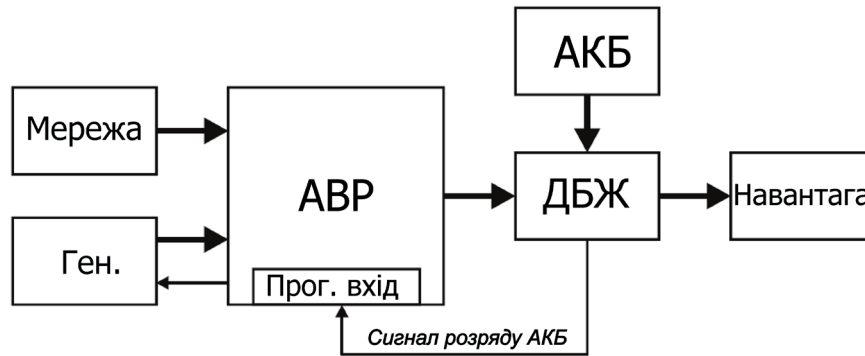
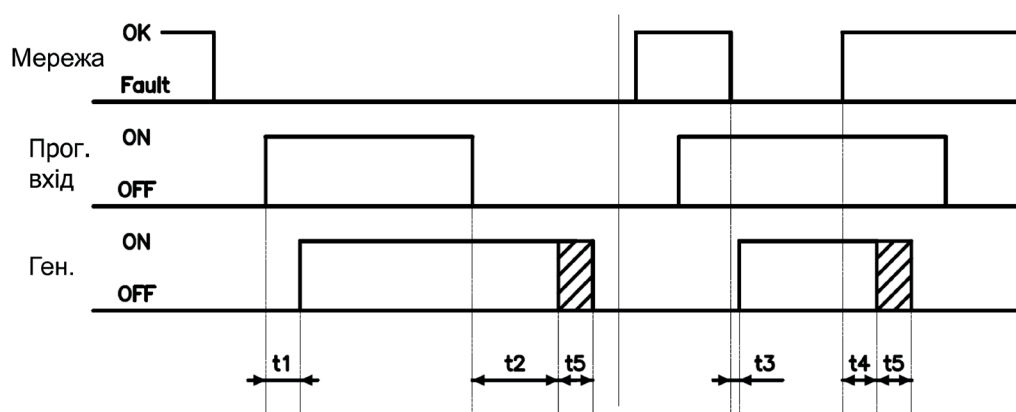

Рис. 5.9 – Блок-схема спільної роботи АВР та ДБЖ
Рис. 5.10 – Діаграма роботи при виборі функції «Дозвіл запуску»
5.7.5.1 Функція програмованого входу «Дозвіл запуску» дозволяє роботу генератора в режимі «Авто» у разі виникнення умов для його запуску (п. 5.7.2.1). Функція «Дозвіл запуску» може бути необхідна при спільній роботі контролера з джерелом безперебійного живлення (ДБЖ), який за сигналом розряду своєї АКБ може дозволяти запуск генераторної установки. Приклад спільної роботи АВР та ДБЖ (рис. 5.9, рис. 5.10).
- тип контакту управління – нормально розімкнений (NO), тобто активний стан – замкнутий контакт (P261, табл. 5.10);
- затримка на активацію функції t_1 (рис. 5.10) визначатиметься параметрами P262 та P263 (табл. 5.10);
- затримка на деактивацію функції t_2 (рис. 5.10) визначатиметься параметрами P264 та P265 (табл. 5.10).